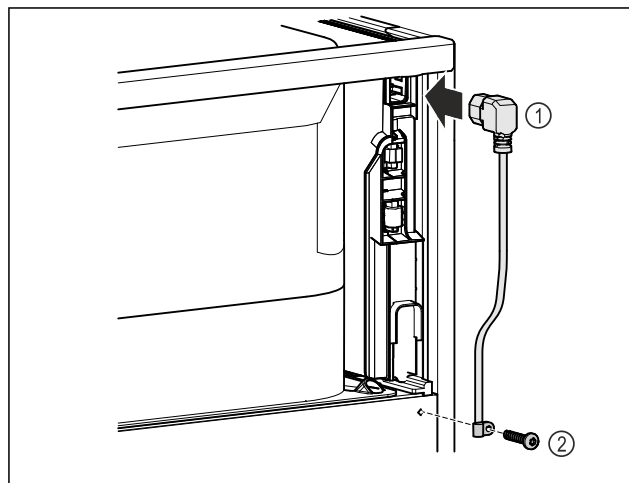

Fig. 11
- Netsnoer Fig. 11 (1) in de koudapparaatbus aan de achterkant van het apparaat steken.
- Trekontlasting monteren. Fig. 11 (2)